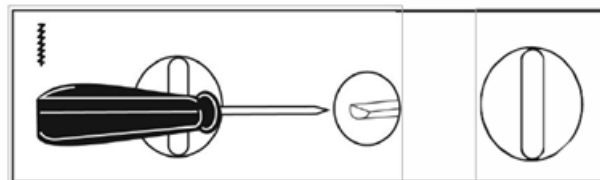

Figura 1.
- Posicione el quemador en el "Mínimo", retire los botones del panel de mandos con un destornillador ajuste la posición del tornillo del "by pass" de los grifos (figura 1)